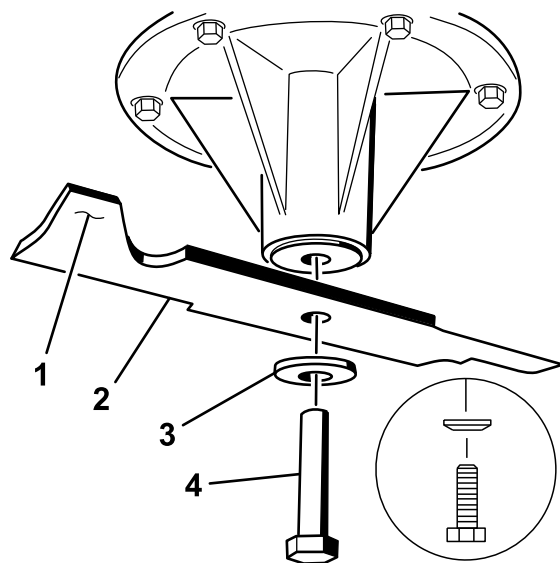

Figura 80
2. Montate la lama sull'asse del mandrino (Figura 80).
3. Montate la rondella curva e il bullone della lama (Figura 80).
Nota: La parte sporgente della rondella curva deve essere rivolta in verso la testa del bullone (Figura 80).